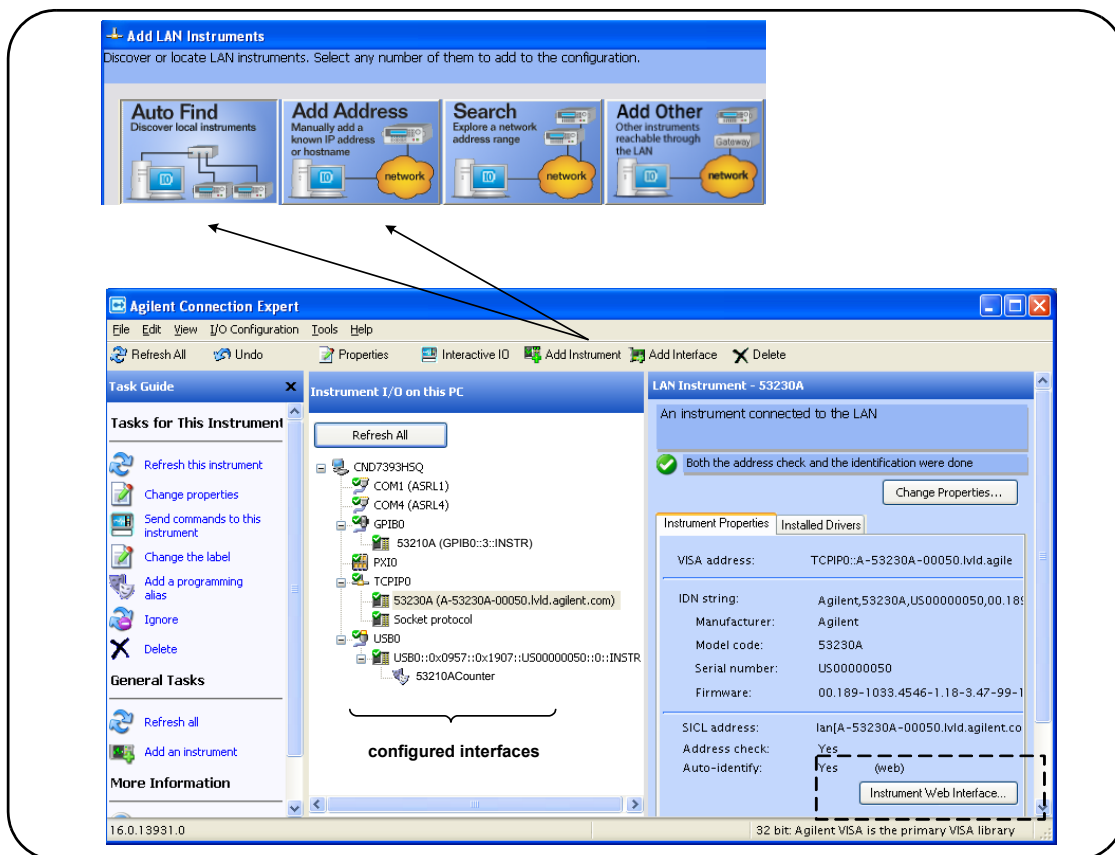

Abbildung 2-4. Schnittstellenfenster von Agilent Connection Expert.
Agilent Connection Expert wird mit einem Begrüßungsbildschirm und Fenster ähnlich Abbildung 2-4 geöffnet. Die während der Installation konfigurierten Computerschnittstellen werden in der linken Spalte (Fenster **Explorer**), die Eigenschaften der konfigurierten Schnittstelle in der rechten Spalte (Fenster **Properties**) angezeigt.
**Verwenden des Sockets-Protokolls** Um eine höhere Leistung zu erzielen, können zur LAN-Konfiguration hinzugefügte Geräte auch das **Sockets**-Protokoll verwenden. Wählen Sie zum Verwenden dieser Verbindung ‘Add Address’ aus dem Menü ‘Add Instruments’ (Abbildung 2-4). Geben Sie in diesem Fenster Hostnamen oder IP-Adresse des Geräts ein und wählen Sie unter ‘Optional Socket Connection’ die Option ‘Use socket connection’ (Abbildung 2-5). Beachten Sie, dass die Konfiguration eines Geräts sowohl VXI-11- als auch Sockets-Verbindungen aufweisen kann (Abbildung 2-4).
Die LAN-Schnittstelle ist die **einzige** E/A-Schnittstelle, über die auf die webfähige Benutzeroberfläche des Zählers zugegriffen werden kann. Markieren Sie zum Öffnen der webbasierten Benutzeroberfläche das konfigurierte LAN-Gerät (Abbildung 2-4) und wählen Sie "Instrument Web Interface..." im Fenster von Connection Expert.
Wenn 53210A und PC über das USB-Kabel verbunden sind, starten Sie Agilent Connection Expert (Abbildung 2-4), falls er nicht bereits geöffnet ist. Der PC sollte das Vorhandensein des USB-Geräts erkennen. Falls erforderlich, **klicken Sie mit der rechten Maustaste** auf die USB-Schnittstelle (USB0) und wählen Sie dann „Refresh This Interface“.
Connection Expert wird versuchen, einen Kommunikationspfad zum Gerät einzurichten. Bei Erfolg wird das Gerät der Liste konfigurierter USB-Geräte hinzugefügt (Abbildung 2-4). Die USB-Adresse können Sie wie gezeigt vom vorderen Bedienfeld ablesen.
Um der GPIB-Schnittstelle Geräte hinzuzufügen, markieren Sie GPIB0, und wählen Sie „Add Instrument“ in der Werkzeugleiste von Connection Expert (Abbildung 2-4). Wählen Sie im nun angezeigten Fenster ‘New GPIB Instrument’ (Abbildung 2-7) die GPIB-Adresse des Zählers (**Hinweis: werkseitige Adresse = 3**) und dann ‘OK’.
Bei Änderung der GPIB-Adresse wird die neue Adresse NICHT im Schnittstellenfenster von Connection Expert aktualisiert (Abbildung 2-4).